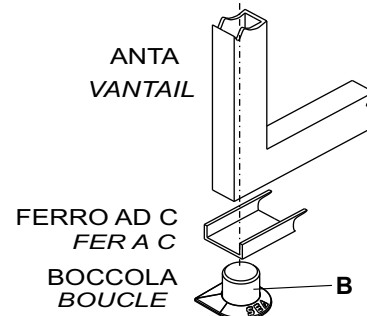

Fig. 3
- Saldare l'albero (B) (Fig.3) sul cancello (tramite un ferro ad C NON IN DOTAZIONE-), avendo cura di effettuare l'operazione con l'albero (B) posto a metà corsa tra le due battute (L) e l'anta del cancello posta anch'essa a metà della sua corsa.
- Souder l'arbre (B) (Fig.3) sur le portail (à l'aide d'un fer à C PAS FOURNI), ayant soin d'effectuer l'opération avec l'arbre (B) placé à mi-course entre les deux battues (L) et le vantail du portail positionné aussi au milieu de son course.